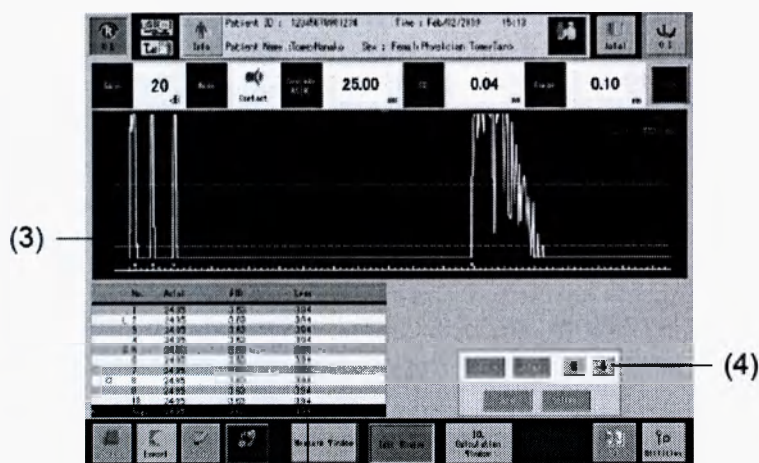

Рис. 2
- 1) Когда все необходимые результаты измерения захвачены, или когда нажата кнопка "Edit Window" (1), открывается окно проверки полученных результатов измерения (Рис. 2).